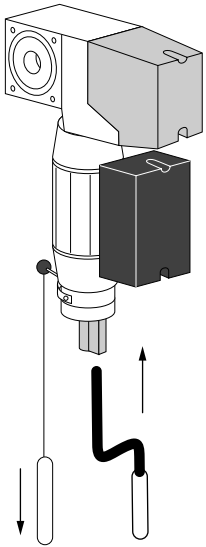

Abb. 2.3.1
- 2 Die Kurbel in den Antrieb einführen (siehe Abb. 2.3.1), die Motorbremse auskuppeln und das Torblatt von Hand vollständig nach unten bringen.